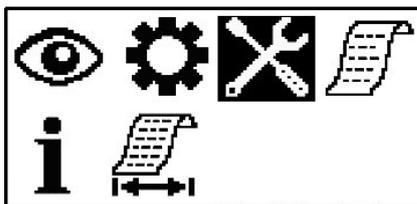

Рисунок 2.7 – Меню выбора специальных режимов (инверсией выделен выбранный символ)
2.3.7.3 Для перехода в меню выбора специальных режимов работы (рисунок 2.7) необходимо в режиме индикации баллов (массовой концентрации) однократно нажать кнопку «⌘/↵».
2.3.7.5 Для перемещения по меню используется кнопка «▷». Изображение выбранного символа инвертируется (см. рисунок 2.7).